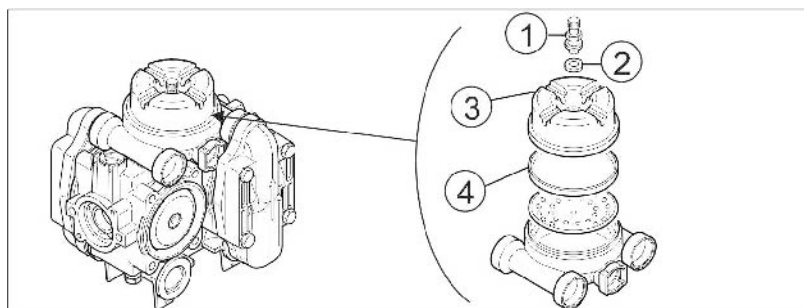

Fig. 200
2. Dacă este cazul, completați cu ulei (maxim până la marcajul (Fig. 200/1) atunci când pompa nu funcționează.
5. Rotiți arborele de antrenare alternativ la dreapta și la stânga și umpleți lent cu noul ulei. Cantitatea corectă de ulei este introdusă atunci când uleiul este vizibil la marcajul (Fig. 200/1).